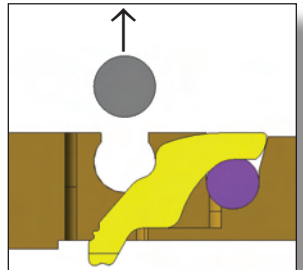

図 13: Inner/Frontエラストマの取り外し
- ピンセットを使用して、コンタクタの4辺全てから、Inner/Frontエラストマ(グレー／灰色)引き抜いてください。図 13を参照下さい。